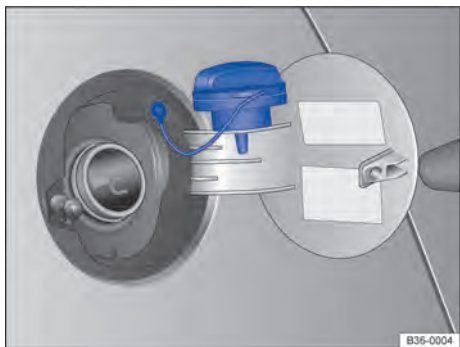

Fig. 194 Portinhola do tanque aberta com a tampa do tanque pendurada.
- Girar a tampa do tanque no sentido anti-horário e encaixá-la na dobradiça da portinhola do tanque ⇒ Fig. 194.